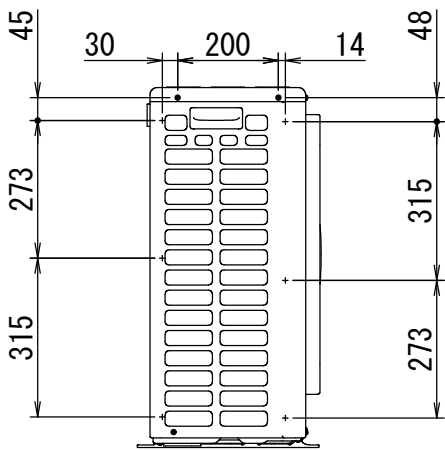

図5 吸込口側側面
- (2) ⑤ワッシャー付六角タッピンねじで②吸込口側側面の上部2カ所を(1)で外したねじ穴に固定します。
- (3) 電動ドライバーを使用して、筐体側面に穴（☆6カ所）をあけます。
穴あけ位置は、図5を参照してあけるか固定した②吸込口側側面に合わせてください。